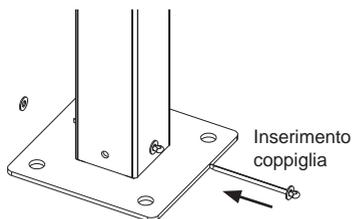
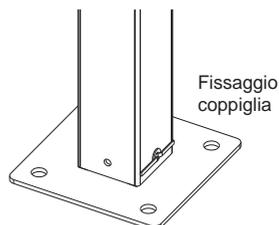

Figura 3.1
Figura 3.2
**3** - Alla base di ciascun montante inserire il piede di appoggio fissandolo utilizzando due ranelle e una coppia come indicato nella figura 3.1, quindi ripiegare i due lembi della coppia come indicato nella figura 3.2